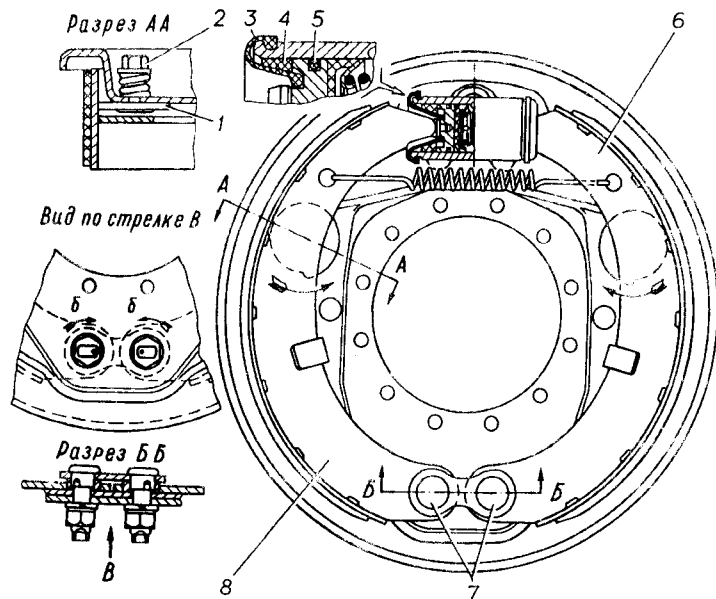

Рис. 13.14. Рабочий тормоз задних колес:
2	Вращая колесо, постепенно поворачивать болт 2 (рис. 13.14 и 13.15) регулировочного эксцентрика 1 колодки 8 в направлении, указанном стрелками, до тех пор, пока колесо не затормозится. При регулировке колодок переднего тормоза и передней колодки заднего тормоза колесо необходимо вращать вперед, а при регулировке задней колодки заднего тормоза — назад.
- 3 Нажимая на педаль тормоза усилием 12–16 даН (12–16 кгс), повернуть опорные пальцы в направлении, указанном стрелками «б» (см. рис. 13.14 и 13.15), так, чтобы нижняя часть накладок касалась тормозного барабана.